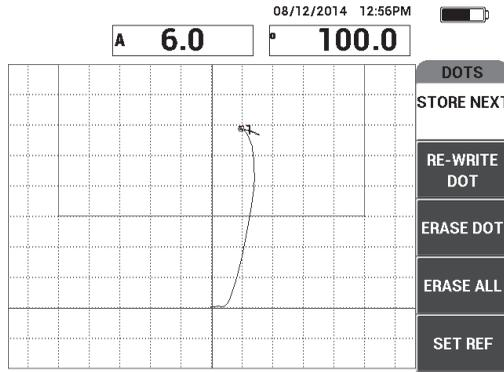

Figura 6-48 Primer punto registrado
6. Seleccione **STORE NEXT** (tecla de función A) para registrar el primer punto. Ver la Figura 6-48 en la página 173.